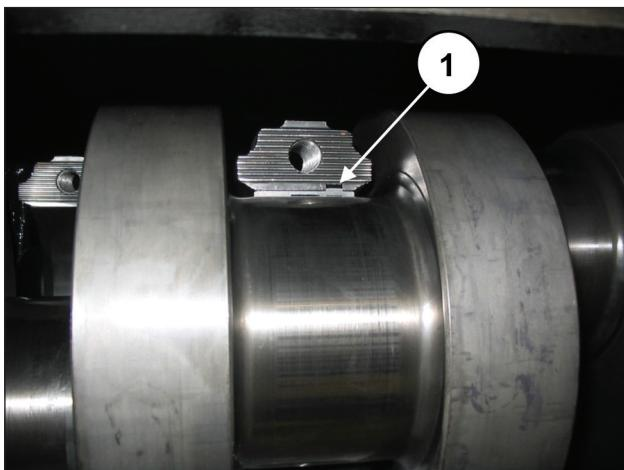

Abb. 58
Stellen Sie für einen vorschriftsmäßigen Einbau der Lagerschalen sicher, dass die Bezugsmarkierung der Lagerschalen in der entsprechenden Aufnahme an der Pleuelhälfte zu liegen kommt (Pos. ①, Abb. 58).